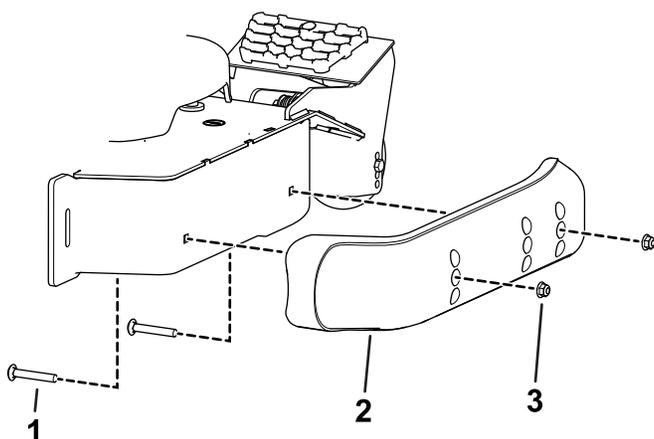

Bild 14
3. Bewegen Sie die Kufe in die gewünschte Position und sichern Sie diese mit Bundkopfschrauben und -mutter am Mähwerk (**Bild 14**).